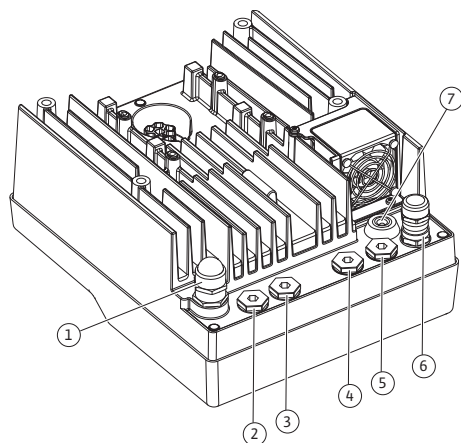

Fig. 23: Passe-câbles à vis/Passe-câbles (0,37 kW ... 7,5 kW)
Le module électronique (Fig. 23) comporte six passe-câbles pour la boîte à bornes. Le câble d'alimentation électrique du ventilateur électrique est monté en usine sur le module électronique. Respecter les exigences relatives à la compatibilité électromagnétique.
4. Faire passer le câble de raccordement par le passe-câbles à vis M25 (Fig. 23, pos. 1, pour 0,37 kW ... 7,5 kW).